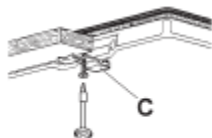

Fig.6
- inserir e posicionar a placa na abertura feita no móvel e bloquear com os parafusos dos ganchos de fixação C (fig. 6).